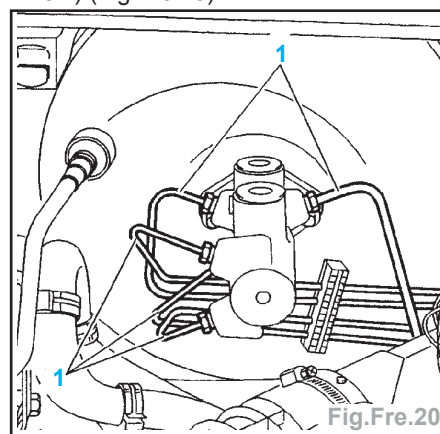

Fig.Fre.20
- Désaccoupler les tuyaux de frein (1) (prévoir l'écoulement du liquide de frein) (Fig.Fre.20).